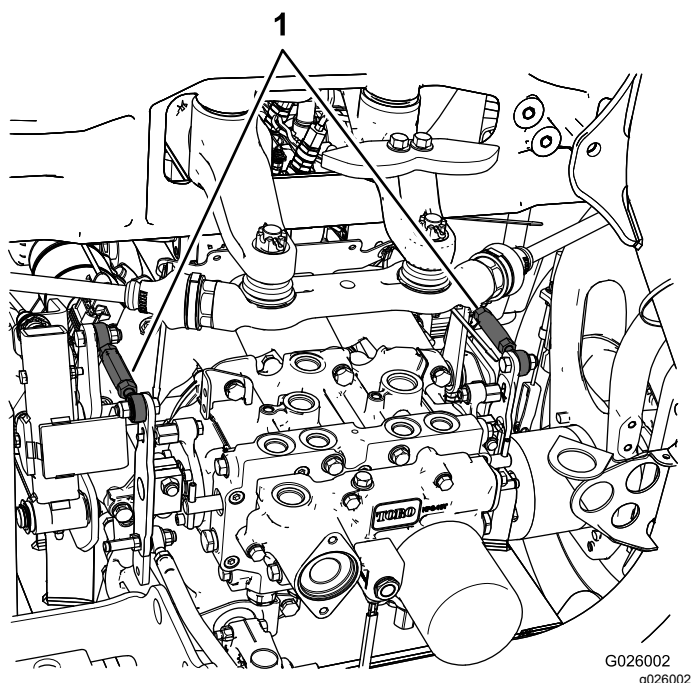

Figura 46
- Si el neumático trasero izquierdo está girando, afloje las contratueras de la varilla de control de la transmisión del lado izquierdo (Figura 46).